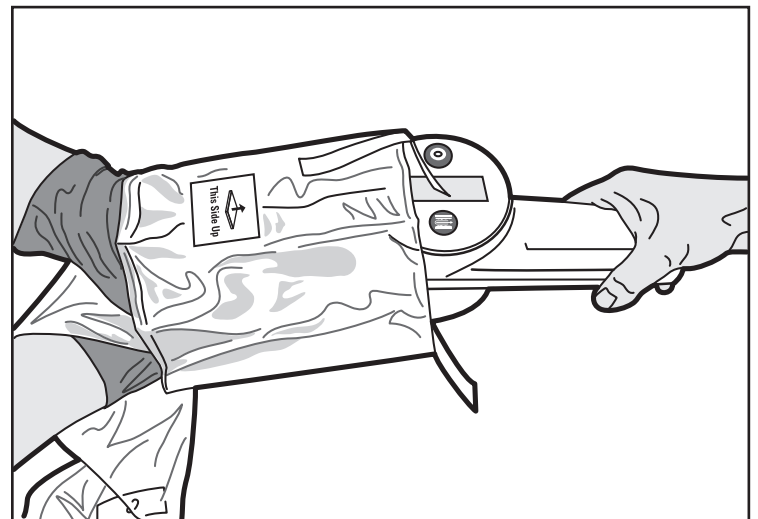

Figura 4. Inserir da Unidade de Acionamento do Motor MDU5 PLUS
5. O operador no campo não esterilizado coloca a Unidade de Acionamento do Motor MDU5 PLUS na abertura, posicionando a Unidade de Acionamento do Motor MDU5 PLUS de forma a que a parte superior da unidade fique alinhada com o autocolante com a indicação "This Side Up" (Este lado para cima) existente na bolsa (Figura 4).